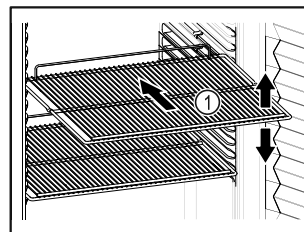

Fig. 70 Shembull ilustrues
- Nëse raftet me rrjetë Fig. 70 (1) mund të zhvendosen, atëherë përshtatini sipas lartësisë.